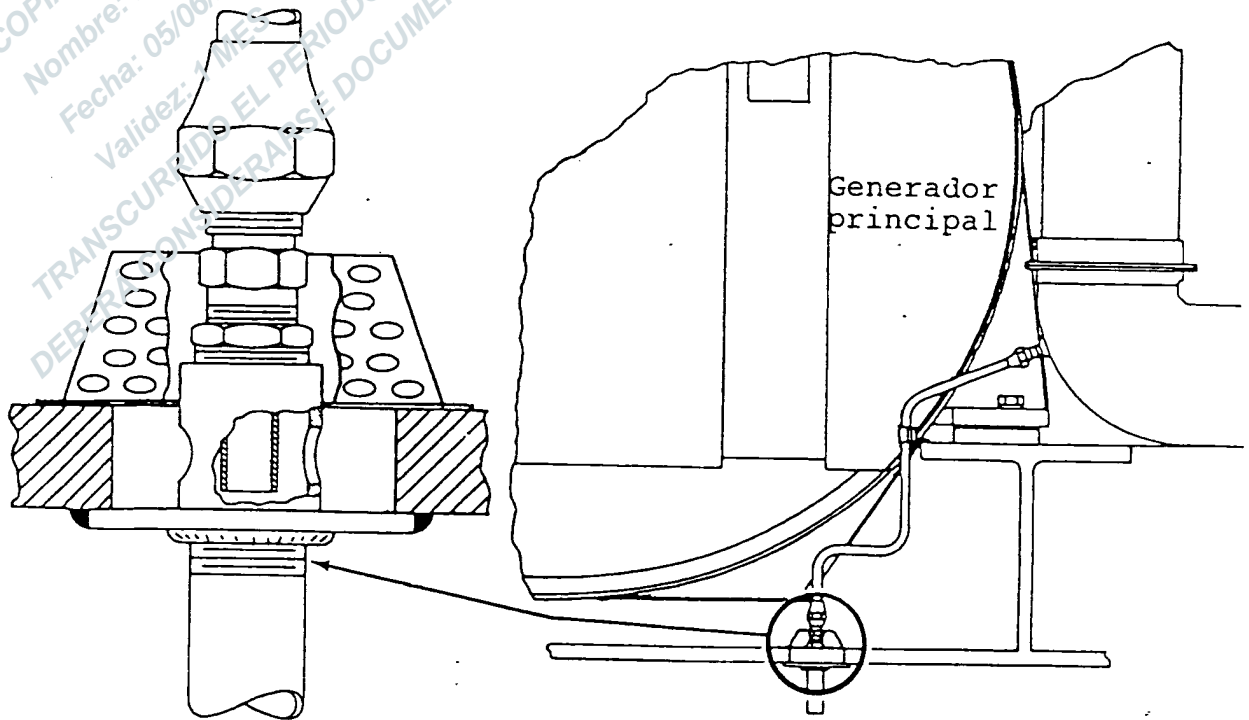

Fig. 5-2.- Aspirador de la bandeja del foso del generador.
- 1) Proporcionar aire a presión al aspirador de la bandeja del foso del generador, Fig.5-2.